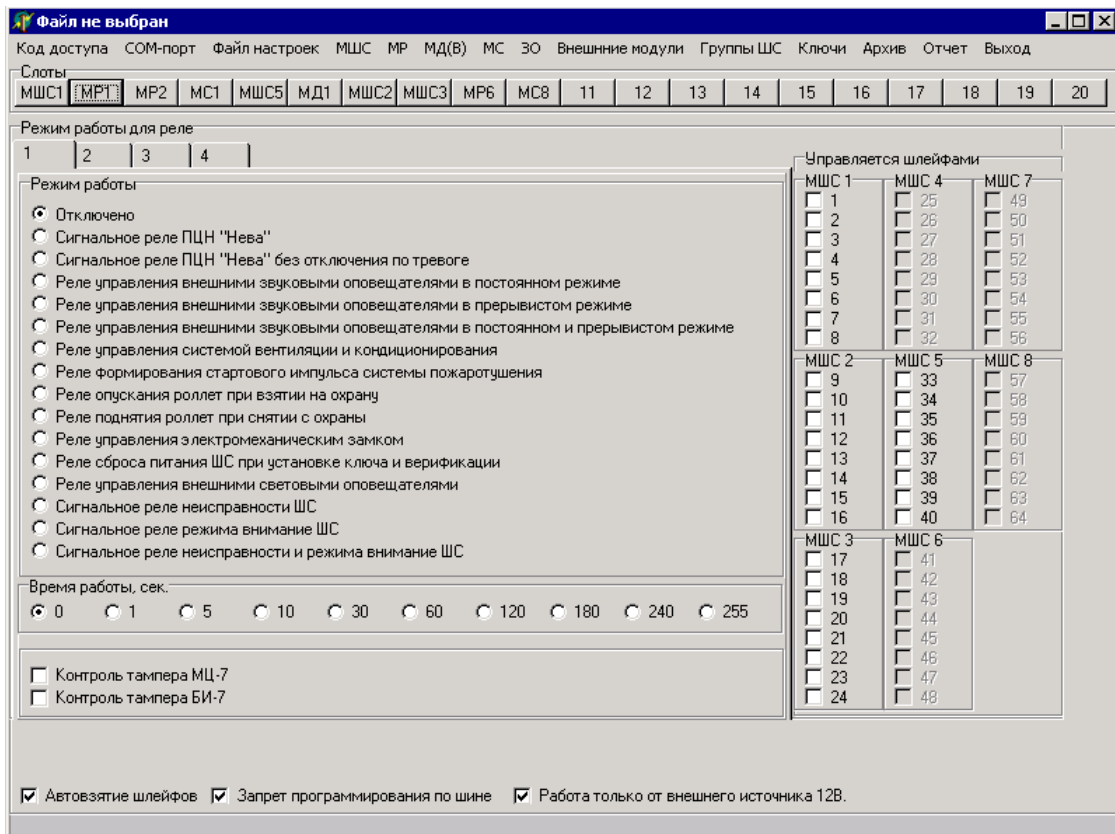

Рисунок 10
Панель каждого MP состоит из четырёх закладок, номера которых соответствуют номерам реле прибора (рисунок 10):
2.1.3.7 При программировании режима работы каждого реле любого МР прибора на панели «Управляется шлейфами» находится список, состоящий из 64-х ШС. Доступными для программирования в списке являются те ШС, которые реально включены в конфигурацию прибора (рисунок 10).